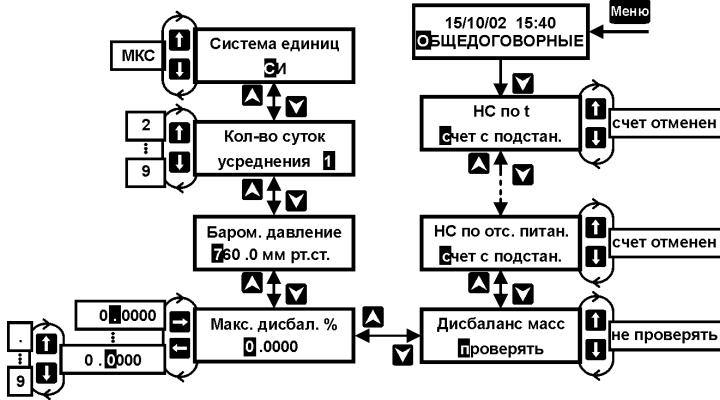

Рисунок 8 – Установка общедоговорных параметров
Установка общедоговорных параметров осуществляется при выборе пункта меню 1-ого уровня **ОБЩЕДОГОВОРНЫЕ** (см. рисунок 8).
- выбирается условие «**Дисбаланс масс – проверять**» (см. рис.8);